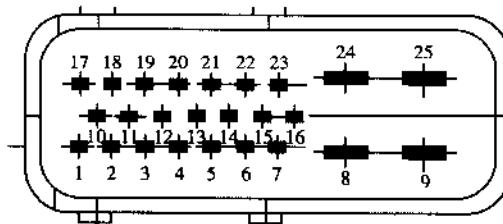

图 8.5 桑塔纳汽车 ABS ECU 插头端子代码
- ① 检查各车轮转速传感器有否漏装和损坏现象。
- ② 将 ABS ECU 插头拆下，用万用表分别检测插头上各传感器相应端子间的电阻值，如图 8.5 所示，各轮传感器测量端子分别为：左前轮 4—11；右前轮 3—18；左后轮 2—10；右后轮 1—17。各电阻值皆应在  $1.0\text{k}\Omega \sim 1.3\text{k}\Omega$  范围内，如一切正常则可确定 ABS ECU 损坏，应予以更换。
① 用 V.A.G1552 检查 ABS ECU 软件编码是否正确 (正确值应为 04505)，若不正确应使用 V.A.G1552 重新编码 (见前章)。
② 若编码正确则检查 ABS 线束端子接头 (见图 8.5 中 6-22 端子) 是否导通，不导通应修理线束。
③ 如果上述部位一切正常，应参照偶发性故障检查。
① 首先检查 ABS 的 30A 熔丝，烧断更换。
② 若熔丝未断，则断开 ABS 电线束与 ECU 的连接，打开点火开关，用万用表测量 ECU 插头上下列端子间的电压：8-9、8-23、24-25（见图 8.5）。这几对端子间电压标准值都应在 9.5V~16.5V 之间，若无异常则可断定 ABS ECU 损坏，须更换 ECU。
③ 如果各端子间电压不正常，检查 ABS 线束插头是否有损坏等异常，并进行修理。
④ 如果插接件无异常，重新测试故障码，观察故障是否再现，如故障仍然存在，可能是蓄电池电压过低所致，应检查蓄电池电压。如果故障现象消失，属于偶发性故障，应参照偶发性故障检查。
(11) 故障码为 01130 时的检查。